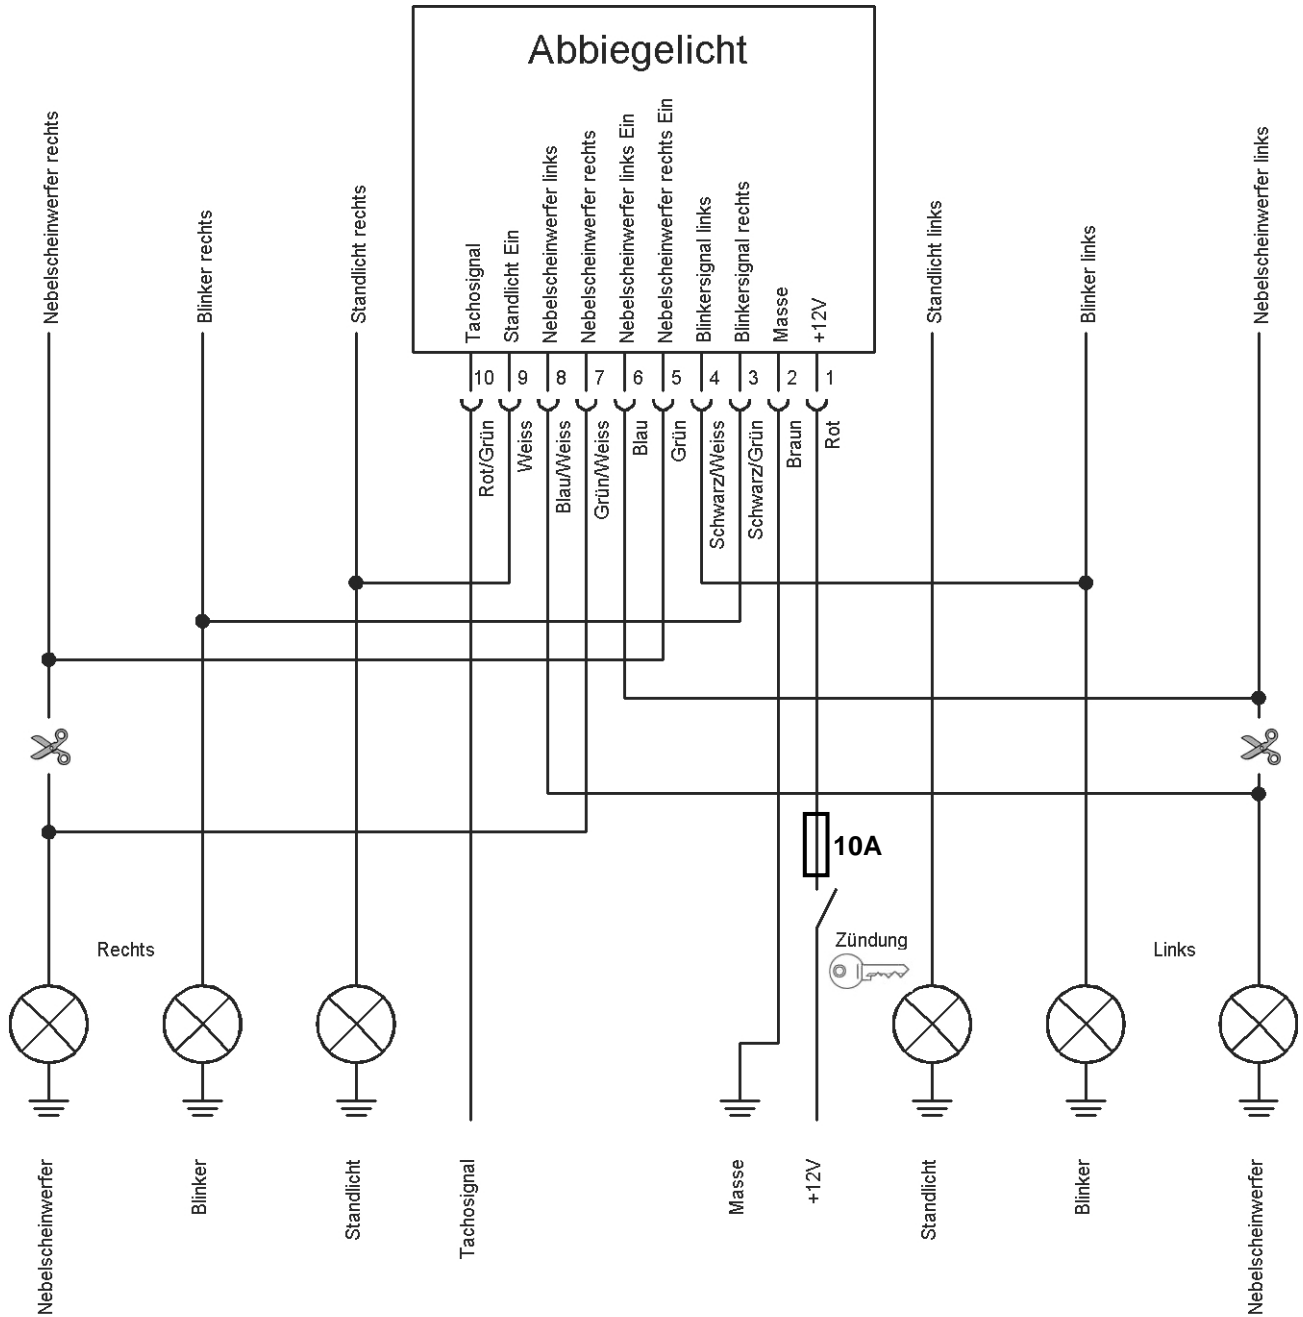

Bild 2
Das nachfolgende Bild 2 zeigt, wie das Abbiegelicht-Modul in die Fahrzeugelektronik integriert wird. Achten Sie darauf, dass alle Leitungen richtig angeschlossen werden. Ein falsches Anschliessen kann das Modul, oder sogar die Elektronik des Fahrzeugs zerstören. Die Leitungen bestehen komplett aus FLRY-A Leitungen. FLRY Leitungen sind Leitungen, die speziell für den Fahrzeugbau hergestellt werden. Alle Leitungen in einem Fahrzeug bestehen aus FLRY-Leitungen.
- Verbinden Sie die Steuerleitungen wie folgt (siehe auch Bild 2):